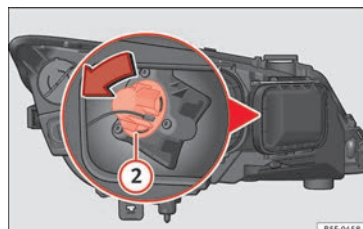

Abb. 209 Glühlampe für Blinklicht
- Drehen Sie den Lampenträger » Abb. 209 ② nach links und ziehen Sie.